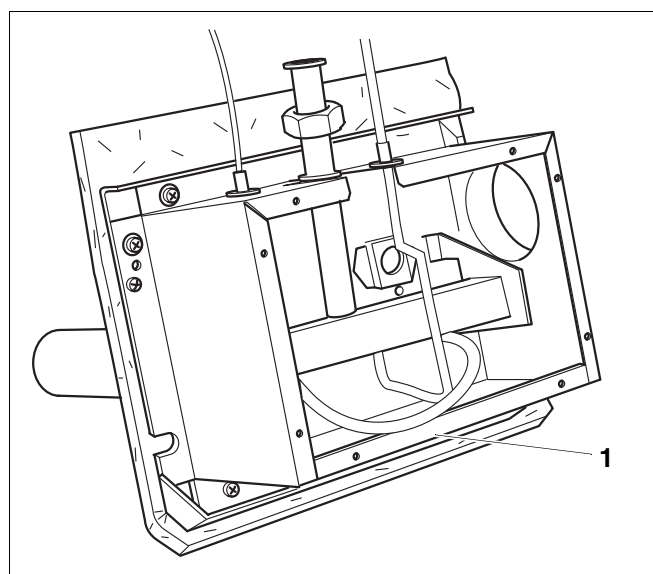

Fig. 5 Démontez le brûleur
15. Revisser la tôle inférieure du caisson (→ fig. 5).